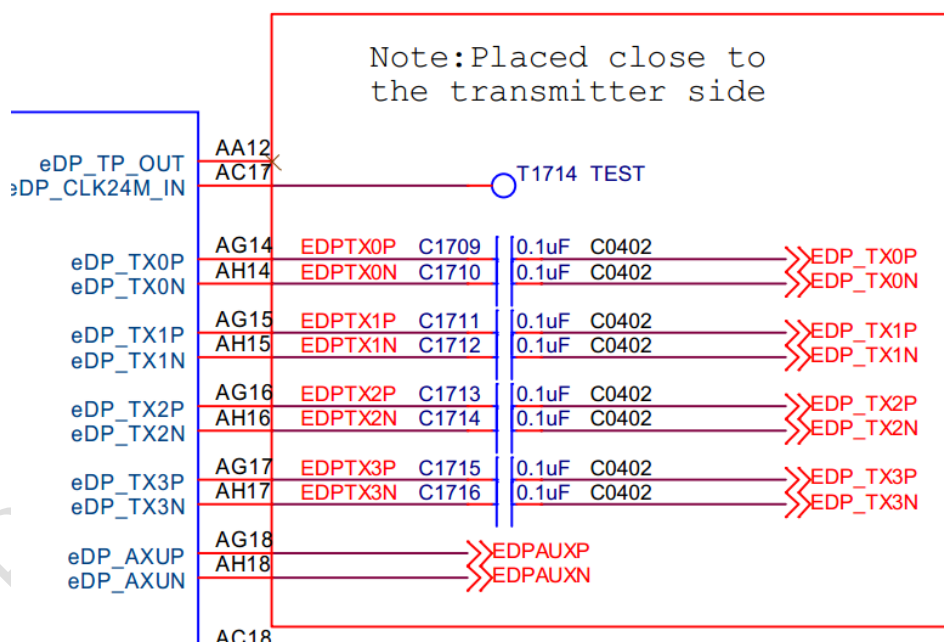

图14-12
- eDP数据通道输出耦合电容需靠近芯片端，如图14-12；